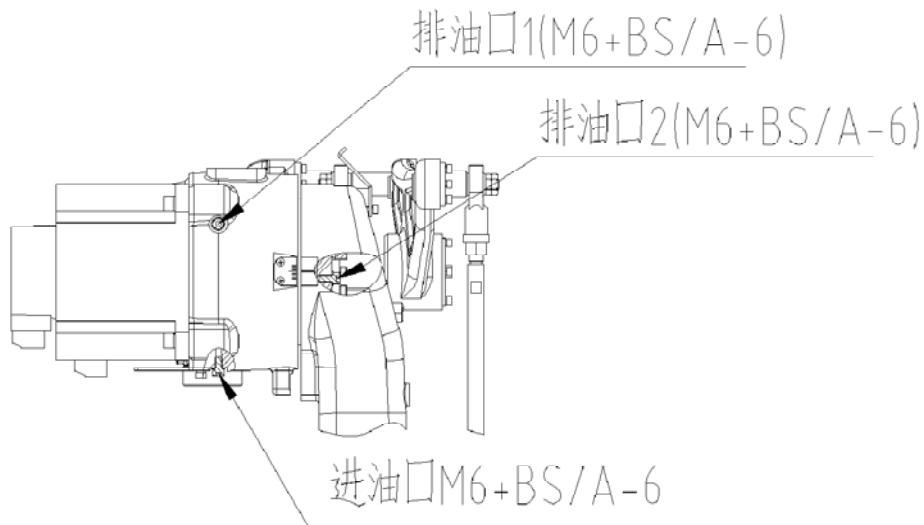

图 13 J3 轴减速机局部结构
#### (1) 油脂补充步骤（参考图 13）
- ④ 安装出油口油塞 1 前，运动 J3 轴几分钟，使多余的油脂从出油口 1 中排出；
- ⑤ 用布擦净从出油口 1 多余的油脂，在出油口 1 安装堵塞。
#### (2) 油脂更换步骤（参考图 13）